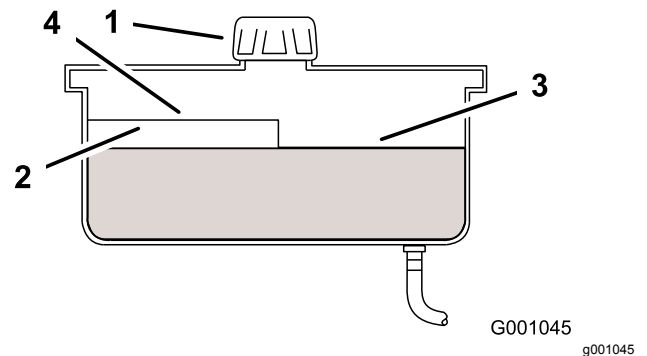

Figura 52
4. Limpie alrededor del cuello de llenado y el tapón del depósito de aceite hidráulico (Figura 52).
5. Retire el tapón del cuello de llenado. Mire dentro para ver si hay aceite en el depósito (Figura 52).
**Nota:** Si el aceite está caliente, el aceite debe llegar a la parte superior del nivel Caliente del tabique (Figura 52).